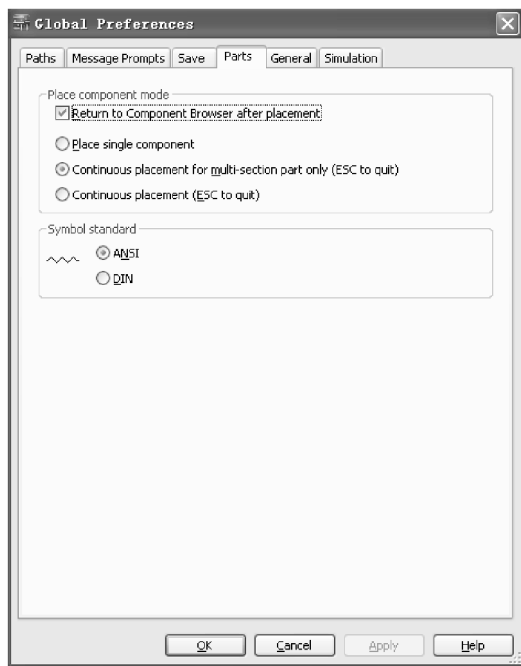

图 4-4 Parts 标签页
(4) Parts 标签页 (元器件放置及符号标准设置): Parts 标签页如图 4-4 所示。